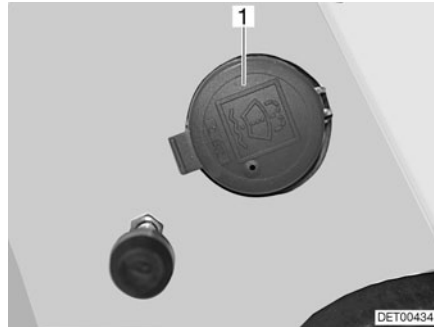

Fig. 27 Tubo de llenado depósito de agua para lavar
- Quitar la tapa (Fig. 27,1) del tubo de llenado del depósito de agua para lavar.